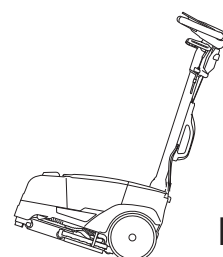

Fig.7
- 機械を後方に傾けると（図7）、必要に応じて後方または前方に動かすことができます。